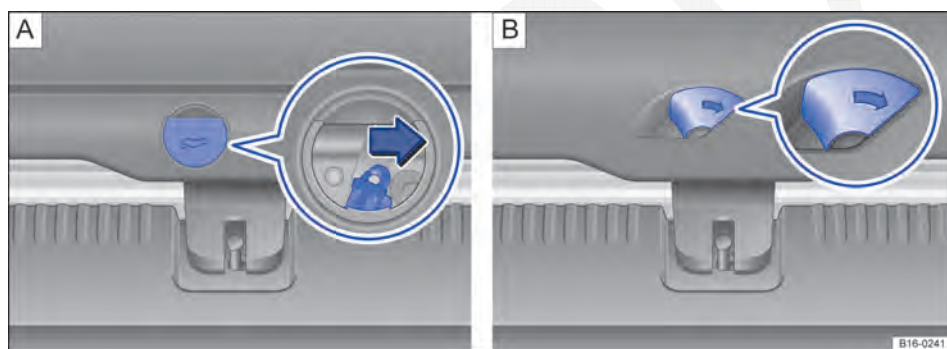

Fig. 228 No compartimento de bagagem: destravar a tampa do compartimento de bagagem. **A** Variante 1 e **B** variante 2.
- Retirar a cobertura circular do revestimento da tampa do compartimento de bagagem ⇒ Fig. 228 .
- Pressionar a alavanca de destravamento no sentido da seta ⇒ Fig. 228 . A tampa do compartimento de bagagem se abre automaticamente. Em temperaturas abaixo de 0°C (+32 °F), pode ser necessário abrir a tampa do compartimento de bagagem manualmente.